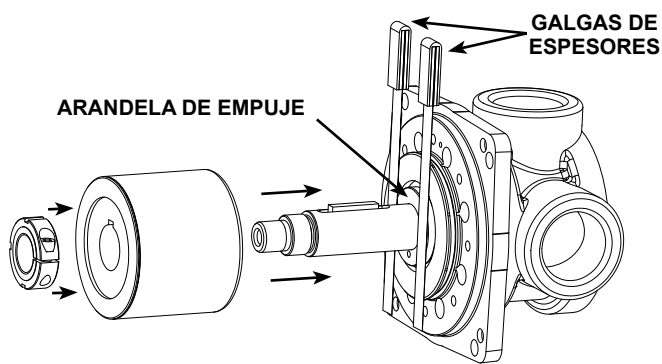

FIGURA 12
7. Coloque las galgas de espesores (0,001"), una en cada lado, entre el buje del plato adaptador y la arandela de empuje del magneto interior. Consulte la **Figura 12**. Ello establecerá el espacio apropiado para las arandelas de empuje. Apriete la tuerca segura hasta que las galgas de espesores estén ajustadas, pero todavía puedan retirarse. No retire las galgas de espesores en este momento.